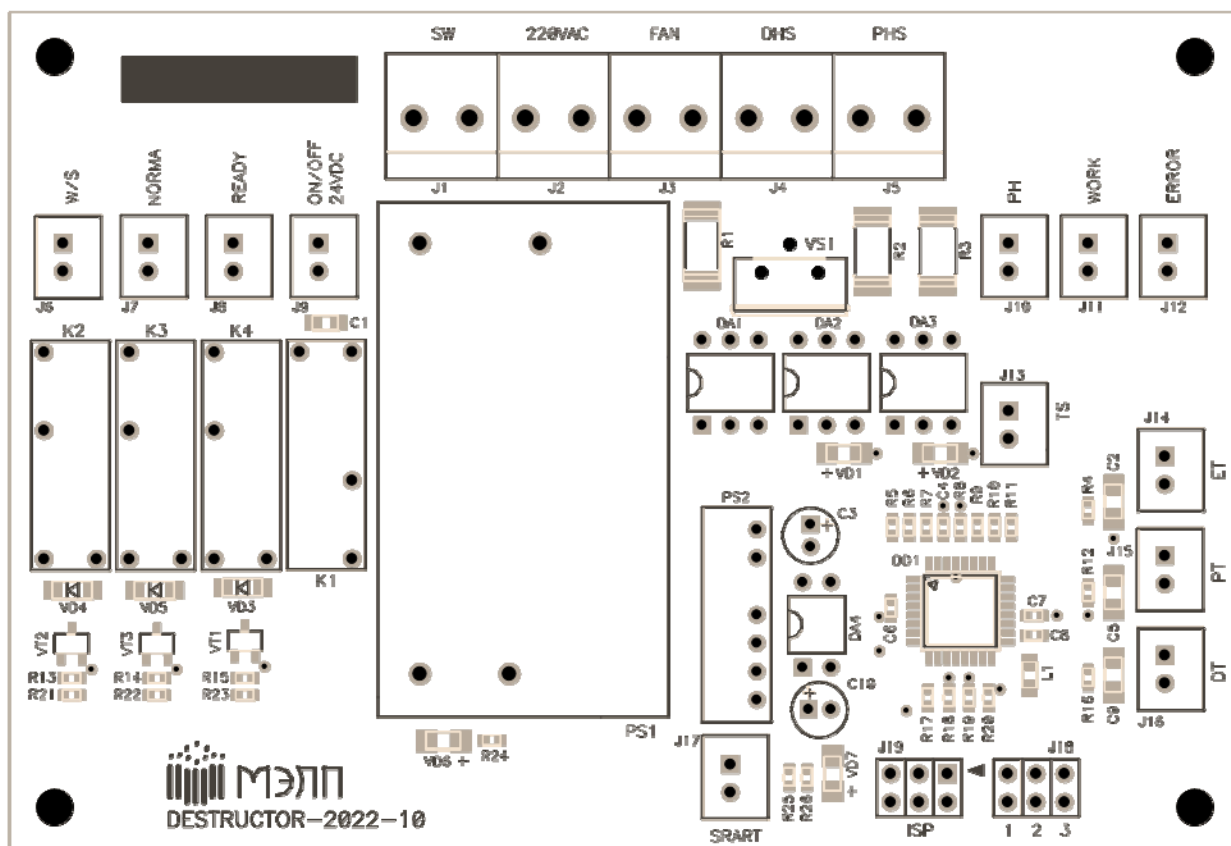

Рис. 3. Плата управления деструктора.
- 6.3. Для обеспечения электробезопасности обслуживающего персонала монтажный шкаф деструктора должен быть заземлён. Провод защитного заземления подключается к контакту 1 клеммной колодки питания (см. рис. 3).
колодки SW платы управления деструктора (см. рис. 3) и перемычка на контактах СТАРТ/БЛОК клеммной колодки УПРАВЛЕНИЕ (см. рис.4).